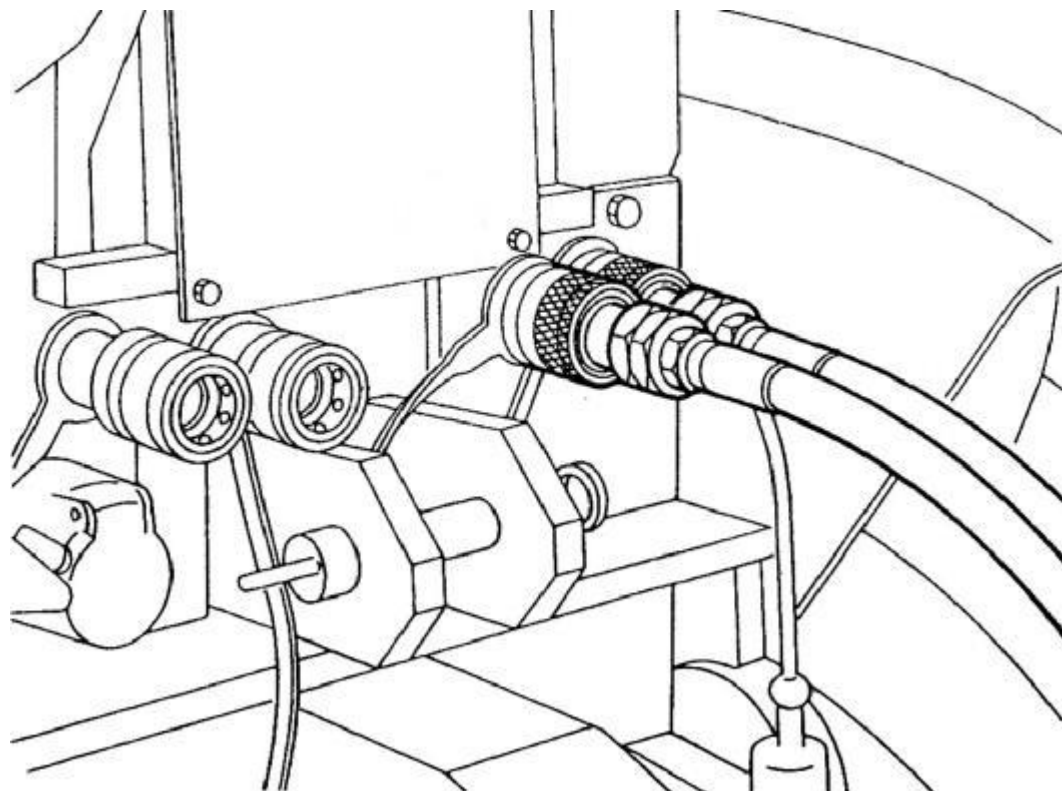

Рисунок 5.4 – Подключение рукавов высокого давления
- подсоединить гидропривод кормораздатчика к гидросистеме трактора с помощью устройств запорных (рисунок 5.4). Подключение гидравлических шлангов к гидросистеме трактора производить только при отсутствии давления в гидросистеме трактора. Убедиться в правильности подключения гидравлических шлангов;